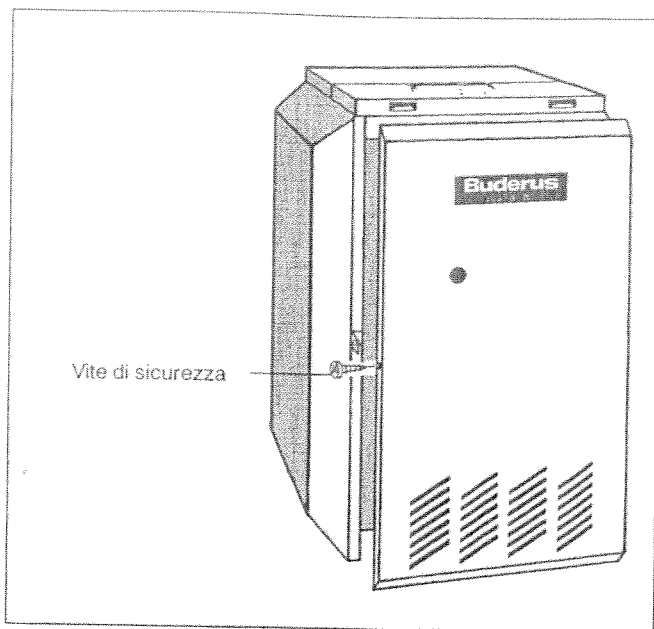

Fig. 39: Montare il pannello anteriore della caldaia
- Avvitare le viti di sicurezza a sinistra e a destra nei pannelli laterali (Fig. 39).